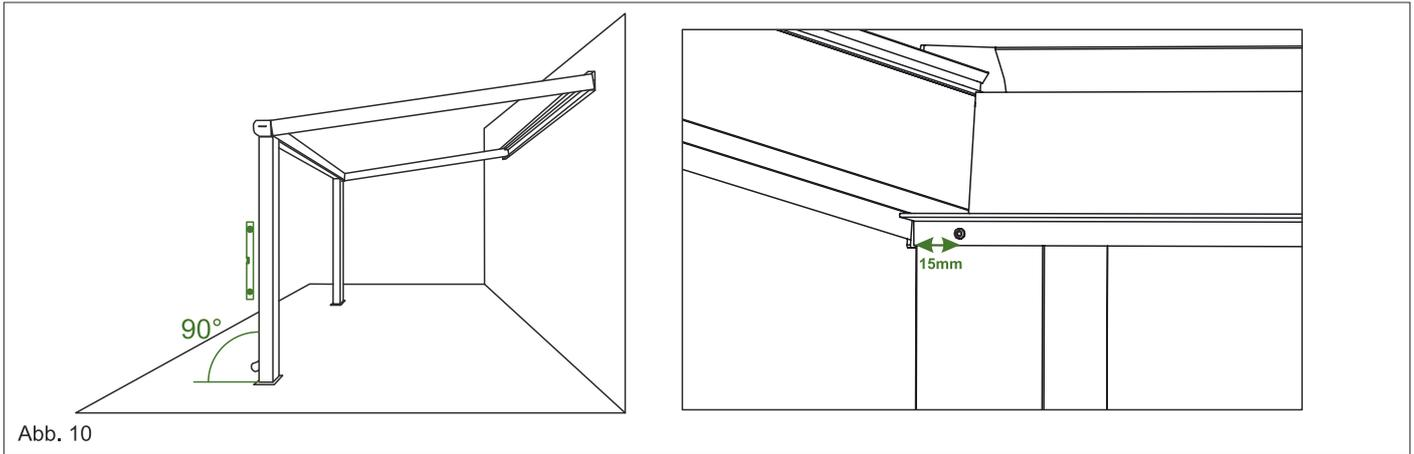

Abb. 10
5. Achten Sie bitte darauf, dass die Neigung der Randsparren genau 8° beträgt. Handelsübliche Digitale Winkelmesser erleichtern Ihnen die Handhabung. Siehe Abb. 10
A) B) 9. Auch diesen Pfosten mit einer Bohrkopfschraube (19mm) an der Rinne festschrauben. Ebenfalls mit 15mm Abstand von dem Rinnenrand. Siehe Abb. 10.